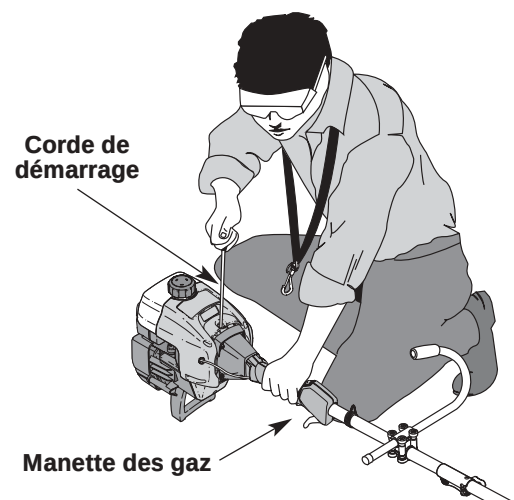

Fig. 18
AVERTISSEMENT : évitez tout démarrage accidentel. Tenez-vous en position de démarrage lorsque vous tirez sur la corde de démarrage (Fig. 18). L'opérateur et l'appareil doivent tous deux être en position stable pour éviter des blessures graves.
5. L'appareil étant prêt à démarrer (Fig. 18), **N'APPUYEZ PAS SUR LA MANETTE DES GAZ** et tirez brusquement sur la corde de démarrage 5 fois de suite, le levier EZ-Start^{MC} étant tourné vers la gauche. Si le moteur essaie de démarrer avant le cinquième tir, passez à l'étape 6. Si le moteur ne démarre pas, retournez à l'étape 3.
1. Relâchez la manette des gaz (Fig. 18). Laissez le moteur refroidir au ralenti.